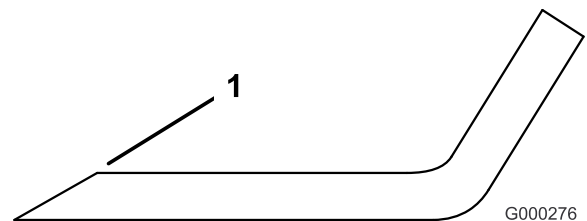

Bild 23
1. Schärfen Sie die Schnittkanten an beiden Enden des Messers (Bild 23). Behalten Sie den ursprünglichen Winkel bei. Das Schnittmesser behält seine Auswuchtung bei, wenn von beiden Schnittkanten die gleiche Materialmenge entfernt wird.